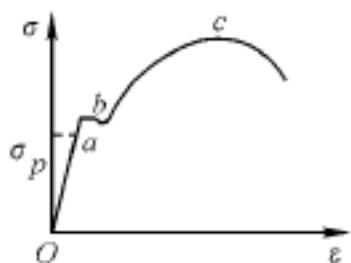

图 2.5
7. 如图 2.5 所示为低碳钢的 $\sigma - \epsilon$ 曲线。与 a 点对应的应力叫比例极限 σ_p , 与屈服平台 b 相对应的应力叫(), 与最高点 c 相对应的应力叫()。